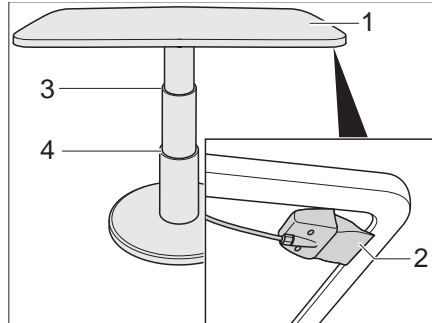

Bild 54 Hubtisch der Rundsitzgruppe
- Den Verriegelungshebel (Bild 54,2) nach oben ziehen und halten.
- Die Tischplatte (Bild 54,1) in der Mitte bis zum gewünschten Anschlag (Bild 54,3 oder 4) nach unten drücken.